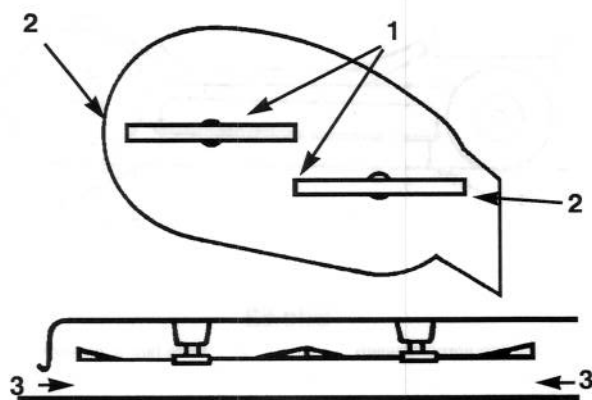

Bild 49
4. Das/die Messerbalken vorsichtig von Seite zu Seite drehen (Bild 49). Den Abstand zwischen den äußeren Schnittkanten und der flachen Standfläche messen (Bild 49). Wenn beide Meßwerte nicht innerhalb von 4,762mm voneinander liegen, muß der Abgleich eingestellt werden; siehe Schritte 5 und 6.